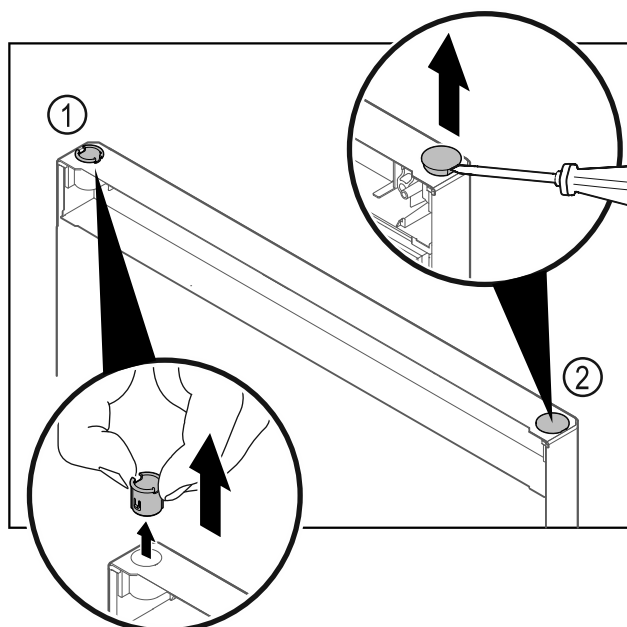

Fig. 22
- Extraer el casquillo de bisagra Fig. 22 (1) con los dedos.
- Levantar cuidadosamente el tapón Fig. 22 (2) con un destornillador para tornillos de cabeza ranurada y extraerlo.